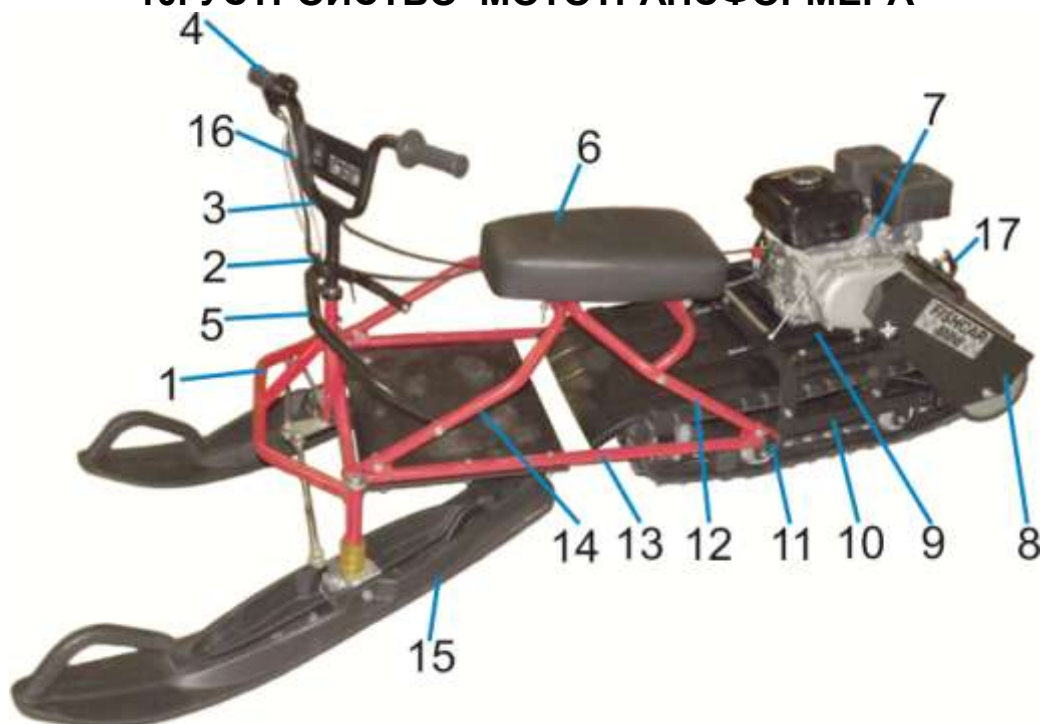
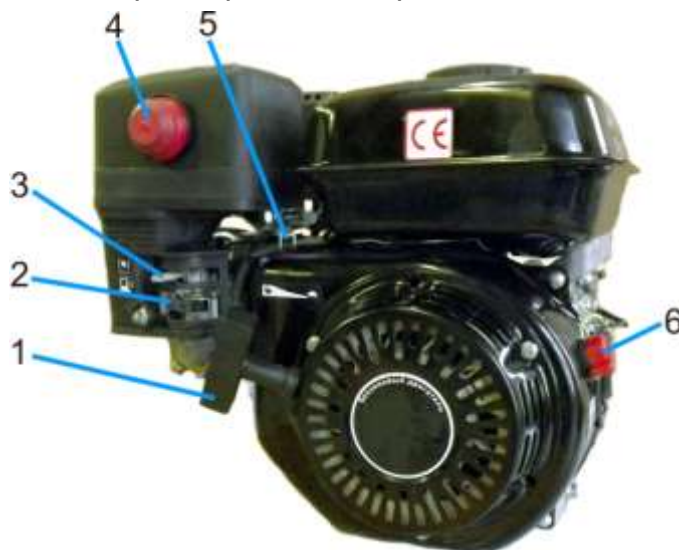

Рис. 1. Мототрансформер
Рис. 8. Двигатель мототрансформера
- 9.8. Для остановки достаточно повернуть ручку газа от себя до упора и мототрансформер остановится. Дополнительно для экстренной остановки двигателя мототрансформера предусмотрен размыкатель зажигания 16 (рис. 1). Шнурок размыкателя должен быть надет на кисть правой руки оператора. В ситуации, когда рука оператора отрывается от руля, шнурок срывает заглушку с упора, выключатель замыкает цепь зажигания на массу, двигатель останавливается.
При необходимости переноса мототрансформер разбирают на две части см. рис. 2, предварительно открутив винт крепления руля 2 (рис. 1) и сняв руль 3 (рис. 1) с ручкой газа 4 (рис. 1) и размыкателем зажигания 16 (рис. 1) с рулевого узла 1(рис. 1). Переносите ходовую тележку мототрансформера, удерживая её за раму.
12. 1. Запуск двигателя (см. рис. 8).
Внимание! При запуске двигателя мототрансформера рычаг дросселя должен находиться в положении соответствующем, работе двигателя на минимальных оборотах. Перед запуском двигателя необходимо надеть шнурок размыкателя 16 (рис. 1) на кисть руки оператора и установить выключатель двигателя 6 (рис. 8) и рычаг топливного крана 2 (рис. 8) в положение «ON» (ВКЛ.).
Установите мототрансформер на ровной горизонтальной поверхности и запустите двигатель, согласно указаниям Руководства по эксплуатации двигателя. При запуске холодного двигателя рычаг пускового устройства 3 (рис. 8) установить в положение «CLOSE» («Закрото»), а рычаг дросселя 5 передвинуть влево не более половины его перемещения (см. Руководство по эксплуатации двигателя). Слегка потяните рукоятку стартера, пока не почувствуете сопротивление, затем резко дерните ее на себя.
После запуска прогрейте двигатель в течение 1...2 минут. Закройте рычаг пускового устройства 3. Мототрансформер готов начать движение. Для начала движения плавно повернуть ручку газа 4 (рис. 1) на себя, контролируя направление движения мототрансформера.
Для остановки двигателя опустите рычаг управления дросселем 4 (рис. 1), переведите выключатель двигателя 6 (рис. 8) и рычаг топливного крана 2 (рис. 8) в положение «OFF» (ВЫКЛ.). По окончании движения и выключении двигателя очистите трос ручного стартера от снега и льда. Для этого потяните несколько раз за рукоятку стартера при этом выключатель двигателя 6 (рис. 8) должен находиться в положении «OFF» (ВЫКЛ.).
ВНИМАНИЕ! Для экстренной остановки двигателя мототрансформера пользуйтесь размыкателем зажигания 16 (рис. 1). Шнурок размыкателя надевается на кисть правой руки оператора. В ситуации, когда рука оператора отрывается от руля, шнурок срывает заглушку с упора, выключатель замыкает цепь зажигания на массу, двигатель останавливается.